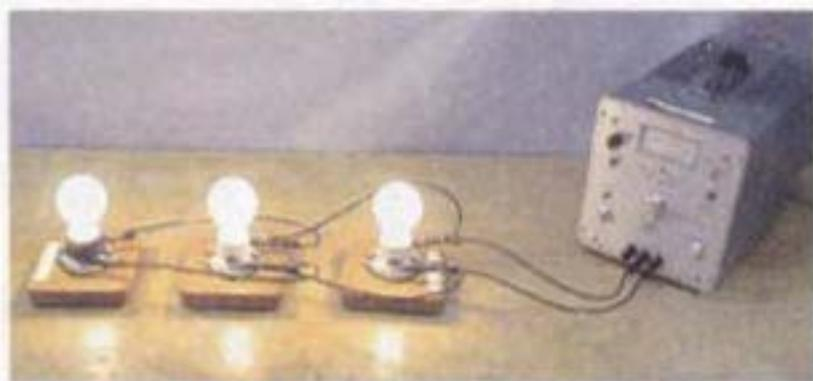

**Fig. 2.46**
7. The ideal voltmeter  $V$  of Fig. 2.46 will read ..... volt.